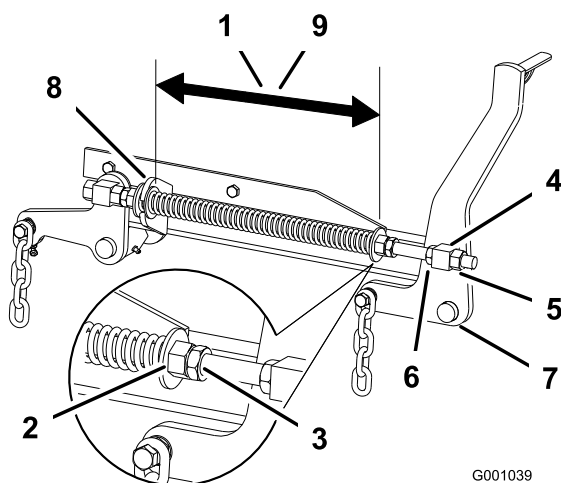

Bild 83
- Prüfen Sie den Abstand zwischen den beiden großen Scheiben. Für Mähwerke mit 132 cm sollte der Abstand 28,2 cm und für Mähwerke mit 152 cm sollte der Abstand 26,7 cm betragen (Bild 83).
- Stellen Sie den Abstand ein. Lösen Sie die Federklemmmutter und drehen Sie die Mutter vorne an jeder Feder (Bild 83). Wenn Sie die Mutter nach rechts drehen, wird die Feder verkürzt. Wenn Sie die Feder nach links drehen, wird sie verlängert.
- Arretieren Sie die Mutter, indem Sie die Federklemmmutter anziehen (Bild 83).